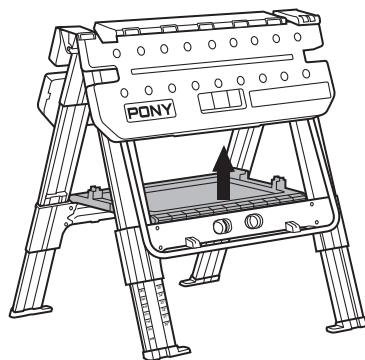

Figure 15
2. Soulever le plateau à outils au centre pour permettre aux pieds de se replier. (Figure 15)